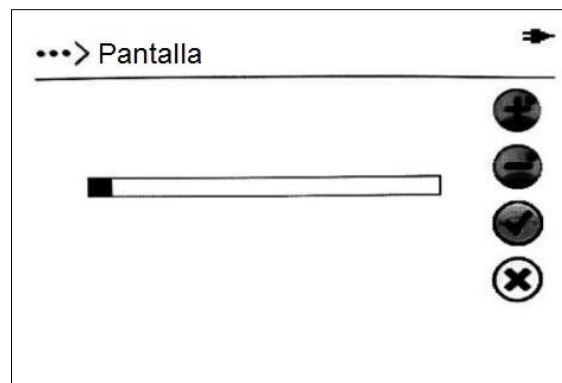

Fig 19
- Hacer clic en “Pantalla” para cambiar la oscuridad de impresiones de la impresora térmica incorporada. Hay 16 niveles de oscuridad que puede ser seleccionado. (Nota: el más oscuro el color de impresora, el más lento de velocidad de impresión y el más corto de la vida de servicio)(Ref. Fig 19)